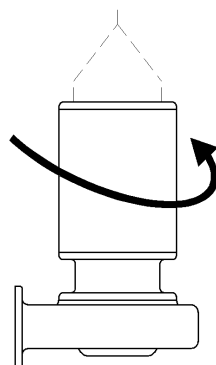

図4
2. ポンプを空中に吊り下げた状態で起動しますと、反動でポンプは図4の方向に回転した時が正回転です。